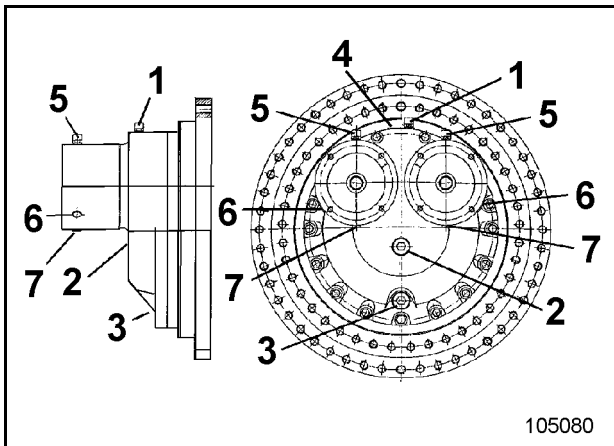

Fig. 3-82:
- ➔ Verschlusschraube (7, Fig. 3-82:) herausdrehen und Öl vollständig ablassen.
- ➔ Entlüftungsfilter (1 und 5, Fig. 3-82:) herausdrehen und in Waschbenzin oder Petroleum reinigen.